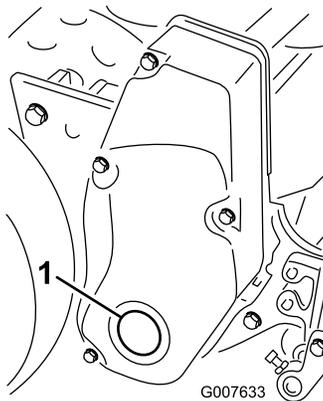

Bild 68
1. Nehmen Sie die Schraube in der rechten Spindeltriebsabdeckung ab (Bild 68).